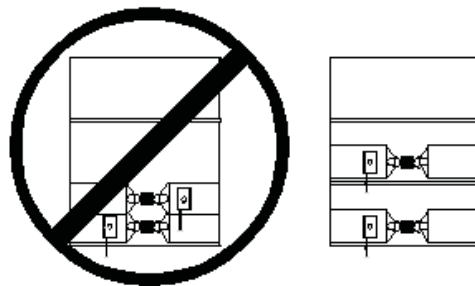

Bild 1: Ein Beispiel von falscher und richtiger Montage
5. Das Produkt darf nicht überlappend verlegt werden, ansonsten können die daraus entstehenden Übertemperaturen das Produkt zerstören. (Siehe Bild 1)
**Zur Sicherheit ist ein Fehlerstromschutzschalter (FI) zu installieren!**